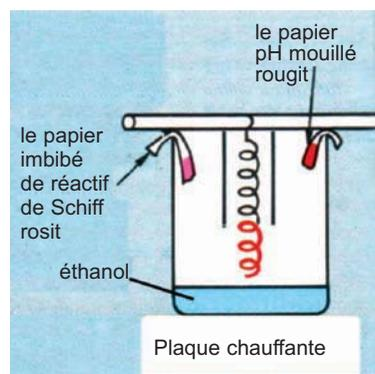

Figure 2. Réaction d'oxydation ménagée de l'éthanol par le dioxygène de l'air
1. Introduire dans un bécher quelques millilitres d'éthanol. Recouvrir le bécher d'une plaque de liège traversée par un tube de verre (pour créer un effet de cheminée). Chauffer modérément l'éthanol au moyen d'une plaque chauffante. Au moment où l'ébullition du liquide commence à se produire, introduire par la cheminée une spirale de cuivre décapée et chauffée au rouge et la maintenir au dessus du liquide. Présenter un papier imbibé de réactif de Schiff et un papier indicateur de pH humidifié (*figure 2*).